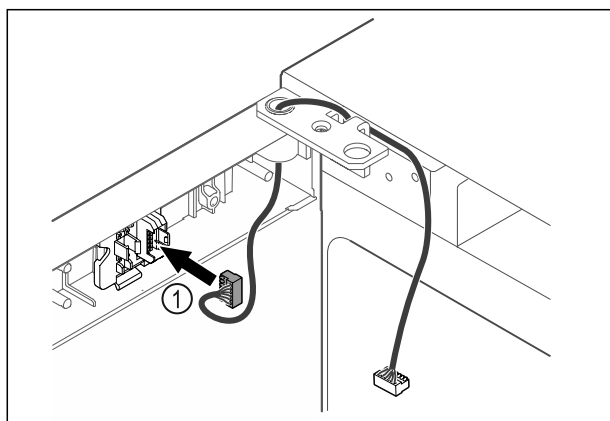

Fig. 48
- ▶ Utakните utikač Fig. 48 (1) u držač utikača.